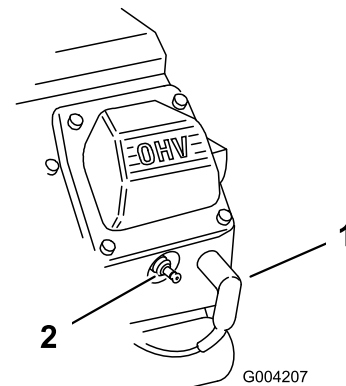

**Figura 46**
2. Puxe os cabos das velas (Figura 46).
3. Coloque os cabos nas velas de ignição (Figura 46).